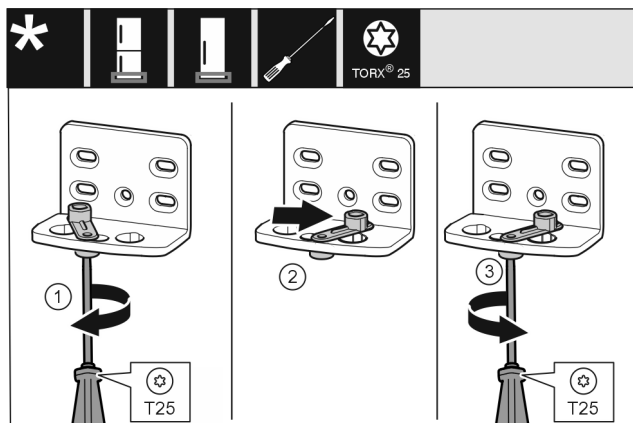

Fig. 14
- ▶ Βιδώστε πρόχειρα τη βίδα Fig. 14 (1) με κατσαβίδι.
- ▶ Ανασηκώστε το βοήθημα κλεισίματος πόρτας Fig. 14 (2) και περιστρέψτε 90° προς τα δεξιά στην τρύπα.
- ▶ Σφίξτε τη βίδα Fig. 14 (3) με κατσαβίδι.